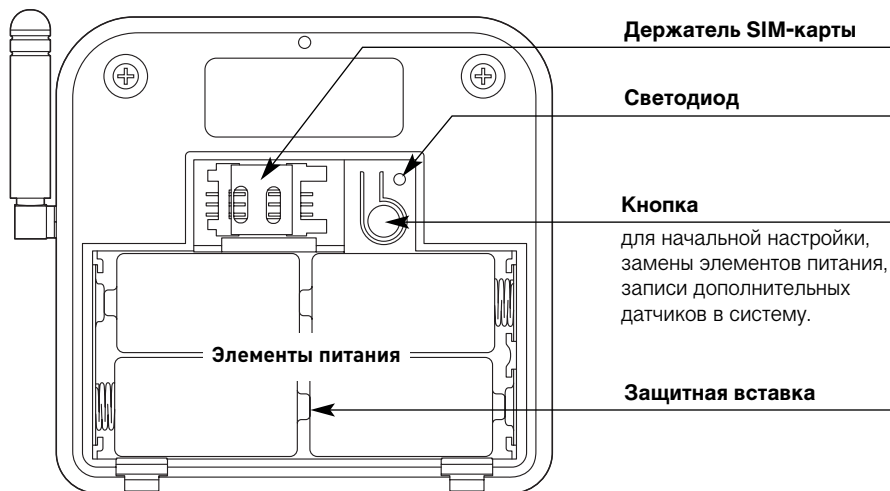

Рис. 6
1. Откройте крышку батарейного отсека. Для этого нажмите на две защёлки, приподнимите крышку, как показано на рисунке 5, и выньте её. Вы получите доступ к элементам, показанным на рис. 6.
5. Не прерывая телефонного соединения кратко нажмите и отпустите кнопку в GSM-блоке (см. рис. 6). Номер, с которого был совершён звонок, зарегистрируется в системе как «главный». Вы на связи с системой. В трубке телефона Вы услышите тревожное сообщение, записанное при заводской настройке системы: «Внимание, тревога! Сработала сигнализация».